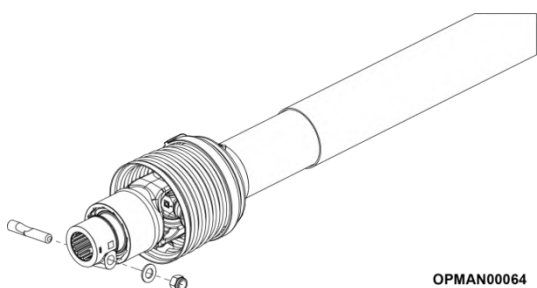

Figure 4.11 – Retrait de la goupille conique
4.5.1.1 Commencez par retirer la goupille conique, la rondelle plate et l'écrou du côté tondeuse rotative de l'arbre de PDF d'entrée. Voir la Figure 4.11.
4.5.1.8 Pour déposer complètement l'arbre, retirez la goupille conique, la rondelle plate et l'écrou du côté tondeuse rotative ; voir la Figure 4.11.